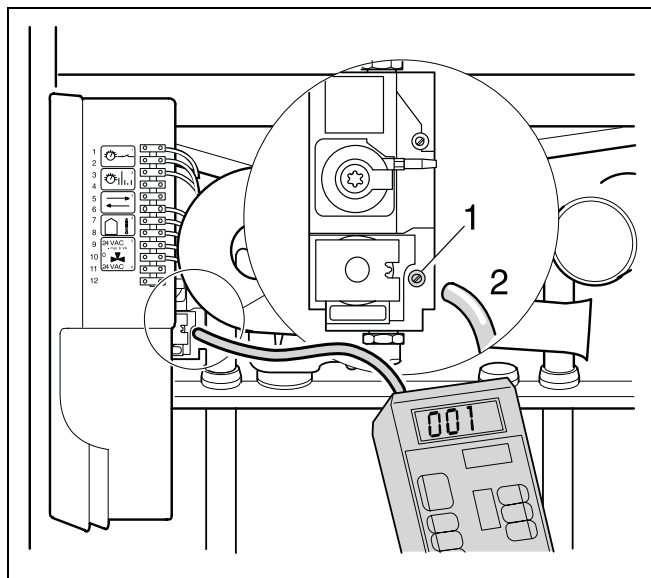
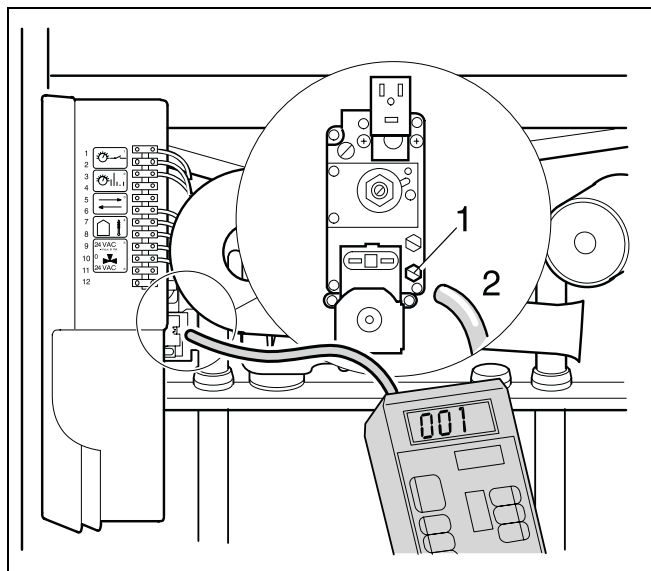

Fig. 26 Misurare la pressione di collegamento del gas (apparecchiatura Honeywell)
Fig. 27 Misurare la pressione di collegamento del gas (apparecchiatura SIT)
- Allentare la vite di chiusura del nippel di prova per la pressione di collegamento del gas di due giri nell'apparecchiatura Honeywell (fig. 26, pos. 1) ed estrarla completamente nell'apparecchiatura SIT (fig. 27, pos. 1).
- Inserire nel nippel di prova il tubo dell'apparecchio per la misurazione della pressione (fig. 26, pos. 2, o fig. 27, pos. 2).